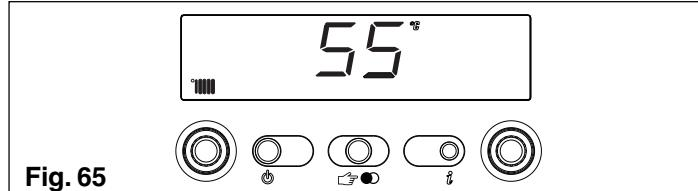

Fig. 65
**Info 3** affiche la température de chauffage configurée (fig. 65)